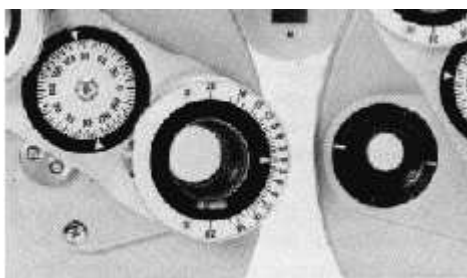

Рис.56
Установите вращающуюся карточку на номер 8 зрительной шкалы. Установите левый глаз (10) на 10ΔI, чтобы колонки букв были полностью разделены. Получите вертикальную форию (рис.54). Установите вращающуюся призму другого глаза и переместите шкалу 0 на горизонталь (рис.56). Поверните ручку вращения призмы (9) так, чтобы устранить разницу между верхним и нижним (рис.55). Шкала вращающейся призмы показывает увеличение вертикальной фории.